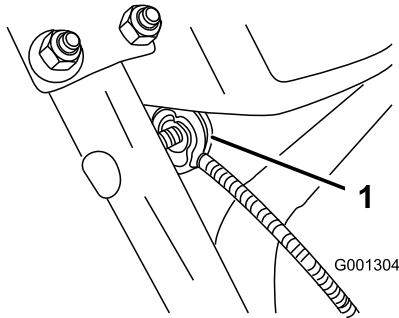

Рисунок 8
3. Выверните гайку с шайбой из рукоятки, присоедините тросик с зажимом к рукоятке, наверните гайку с шайбой и затяните ее рукой (Рисунок 8).